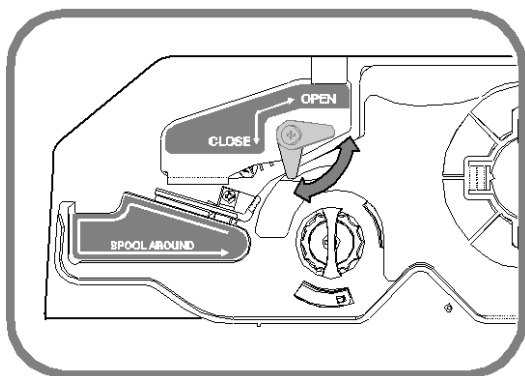

Рисунок 1.10 – Управление прижимным рычагом головки принтера
1. Отключите питание весов (см. п. 1.9). Откройте крышку отсека принтера и поднимите прижимной рычаг головки принтера (см. рисунок 1.10).